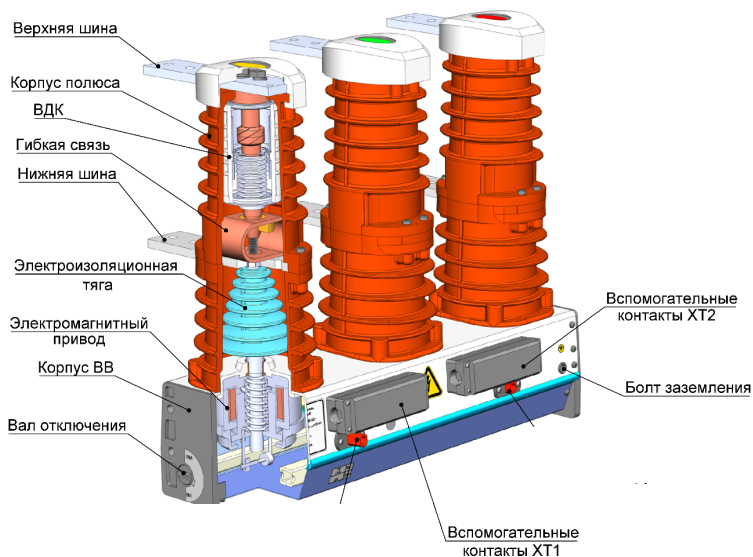

Рисунок 4 – Основные элементы конструкции ВВ
3.11 Счетчик числа срабатываний располагается в корпусе ВВ (рисунок 4)
4.2.13 При полном и длительном отсутствии любого источника питания операцию О можно выполнить вручную путем поворота вала ручного отключения или нажатием на толкатель для подключения механизма ручного отключения (рисунок 4).